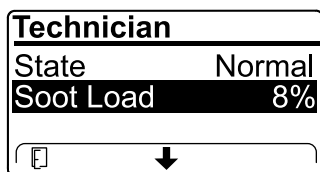

Figure 41
- Affichez la charge de suie mesurée dans le FAP sous forme d'un pourcentage (Figure 41) ; voir le tableau de charge de suie.